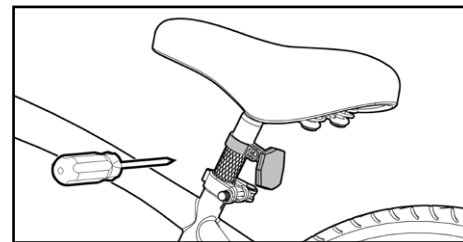

Figure 8
Pour installer le réflecteur sur la tige de selle, retirez d'abord la tige et la selle. Utilisez un tournevis cruciforme standard (A) pour desserrer la vis sur la bride de fixation du réflecteur jusqu'à ce que vous puissiez faire coulisser le réflecteur sur la tige de selle. Une fois le réflecteur installé sur la tige de selle, réinsérez la tige dans le tube de la selle. Placez le réflecteur dans une position perpendiculaire au sol et faites-le coulisser vers le haut de la tige de selle jusqu'à ce qu'il apparaisse au-dessus du pneu lorsque vous regardez la bicyclette de l'arrière (voir la Figure 8).